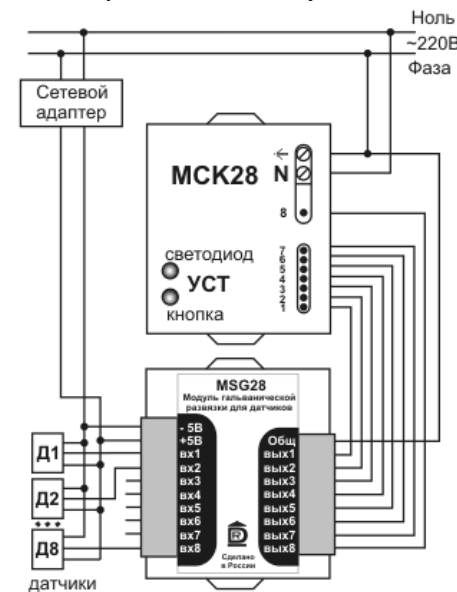

Рис. 2. Схема подключения датчиков через модуль гальванической развязки.
4.2. Подключение до 8 датчиков, имеющих релейный выход или выход типа «открытый коллектор» с питанием входной цепи к командному модулю производится согласно рис. 2.